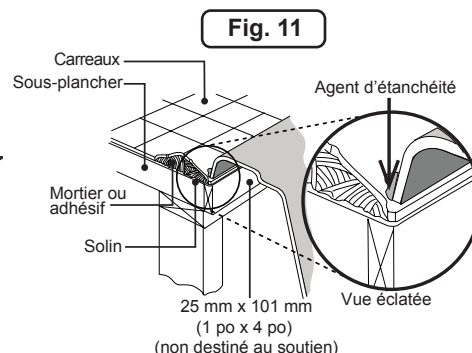

Fig. 11
- Calfeutrez autour du périmètre de la baignoire pour sceller l'espace entre le rebord et le support fini (Figure 11).